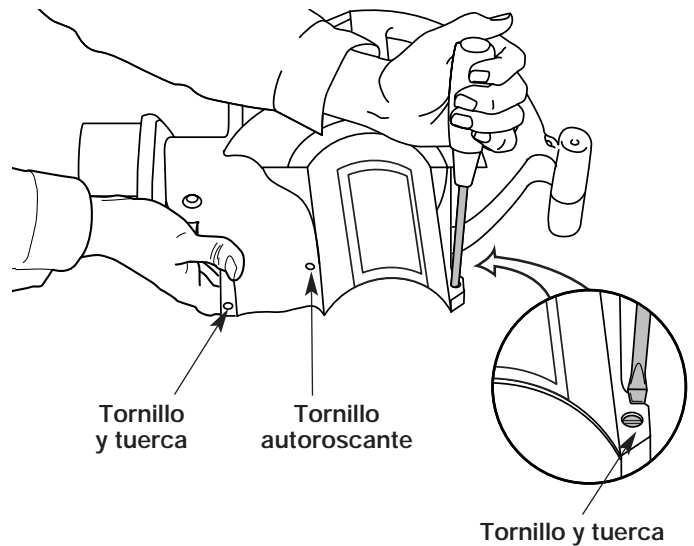

Fig. 2
3. Inserte los 2 (dos) tornillos ranurados 20,3 cm - 32 x 1,9 cm (8-32 x 3/4 pulg.) T20 Torx en el lado derecho del bastidor del motor y las 2 (dos) tuercas en el lado izquierdo del bastidor del motor (Fig. 2).
5. Instale los 2 (dos) tornillos autoroscantes ranurados 20,3 cm - 16 x 1,9 cm (8-16 x 3/4 pulg.) T20 Torx restantes en los orificios de cualquiera de los lados del bastidor (Fig. 2). Ajuste hasta que no quede huelgo, no los ajuste demasiado.
2. Saque los 2 (dos) tornillos y tuercas que sostienen el tubo del soplador / aspirador en el bastidor (Fig. 2).